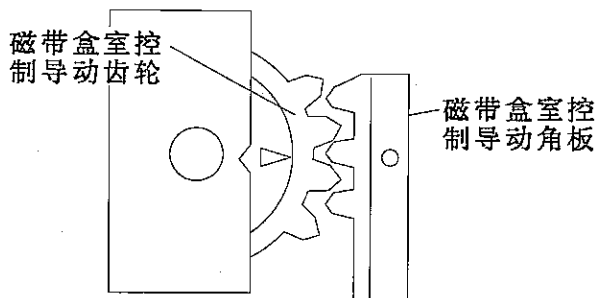

图1-2
1. 安装盒室机构前，先用22Ω电阻短接录象机印刷电路板中间的TP8804和TP8805之间。然后，插入电源引线插头，盒室控制机构驱动齿轮开始转动。机芯底盘窗口处正好出现标记时转动停止。按图1-2所示，通过盒室控制机构驱动齿轮的转角对底盘窗口处出现的标记位置进行调整。